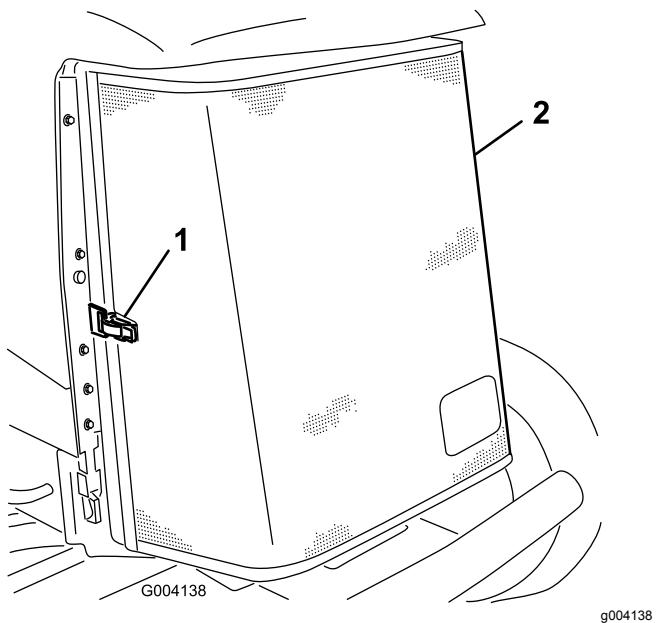

Bild 50
3. Entriegeln Sie den Riegel und drehen Sie das hintere Gitter auf (Bild 50).